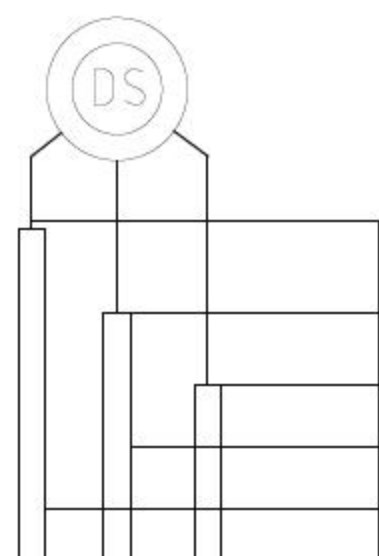

图11-5 绘制线路
- 05 调用L【直线】命令, 绘制线路连接电气元件, 结果如图11-5所示。